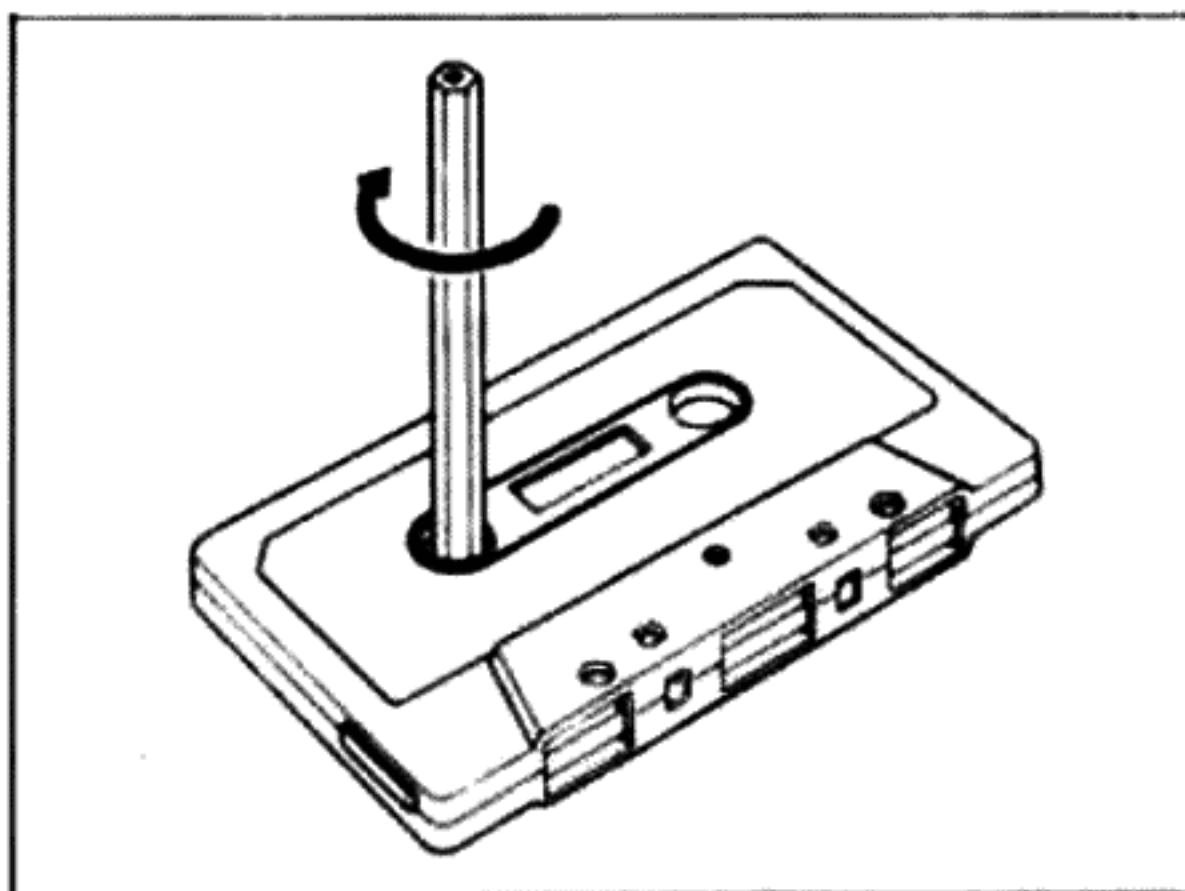

Abbildung 3. Cassettenvorbereitung
2. Ziehen Sie bitte vor dem Einsetzen der Cassette eine eventuelle Bandschleife fest, damit diese nicht versehentlich um die Tonwelle gewickelt wird. Drehen Sie hierzu gemäß Abb. 3 den Cassettenkern mit der Fingerspitze oder mit einem Bleistift.
Beim Beseitigen einer eventuellen Bandschleife vor Einsetzen der Cassette bewegen Sie das Band am besten so weit, daß die Nahtstelle zwischen Vorlauf und eigentlichem Band den Aufnahmekopf unverzüglich passieren kann (siehe auch Abb. 3). Auf diese Weise können Sie sich vergewissern, wo der aufnahmefähige Teil des Bandes sich befindet, und so sicherstellen, daß das aufzunehmende Programm auch von Anfang an auf das Band gelangt.